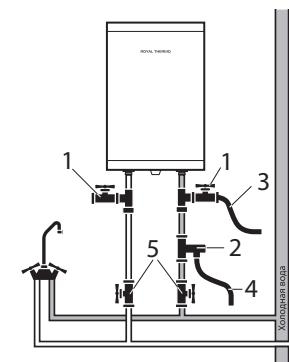

Рис. 4. Схема подключения к водопроводу моделей Novelty O
При подключении к системе водоснабжения необходимо предусмотреть и реализовать установку индивидуальных запорных вентилей (позиция № 5 на рис. 4 и 5) на линии подачи холодной воды в водонагреватель и на линии выхода горячей. Индивидуальные запорные вентили по линии горячей и холодной воды, должны быть в закрытом состоянии в период неиспользования водонагревателя, проведении профилактических и техно-логических работ на линии водоснабжения. Установка и правильное использование запорных вентилей является обязательным условием
при предоставлении гарантийного обслуживания, а так же залогом длительной и безаварийной работы водонагревателя. Для упрощения процесса слива воды из водонагревателя рекомендуется на входе и выходе воды из водонагревателя установить тройники (позиция 1 на рис. 4 и 5). Если ванная комната слишком мала для установки водонагревателя, он может быть установлен в любом другом помещении, защищенном от попадания прямых солнечных лучей и дождя. Однако для сокращения тепловых потерь в трубопроводе водонагреватель следует устанавливать как можно ближе к месту использования воды.
Если необходимо реализовать систему водоснабжения на несколько водоразборных точек, используйте способ соединения (см. рис. 4 и 5).
Желательно установить водонагреватель как можно ближе к месту использования горячей воды, поскольку чем меньше длина труб, тем меньше потери тепла. Как показано на рис. 4 и 5.
13. Присоедините дренажный шланг (позиция 3 на рис. 4 и 5) к запорному крану на тройнике на входе холодной воды в водонагреватель и направьте его в канализацию, либо в место слива воды. Откройте запорный кран и дождитесь полного слива воды.